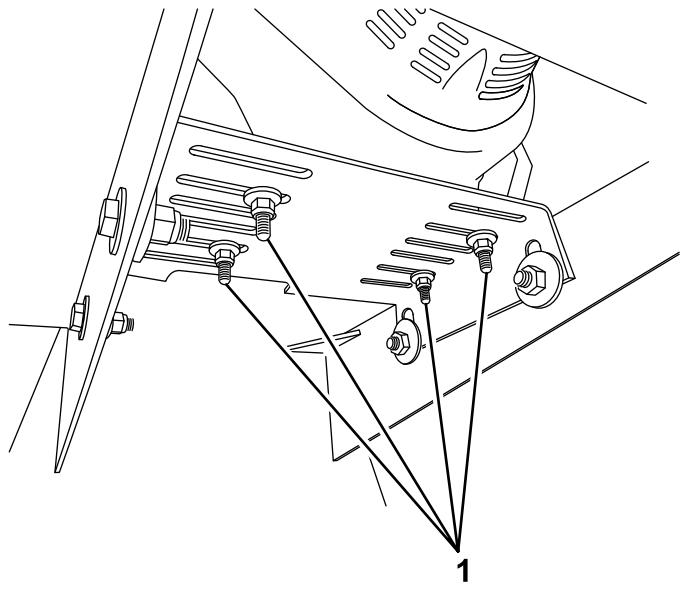

Figura 43
3. Afloje los 4 pernos y tuercas que sujetan el motor a la chapa de montaje del motor (Figura 43).
6. Apriete las cuatro tuercas y pernos de montaje a 24 N m (18 pies-libra) (Figura 43).